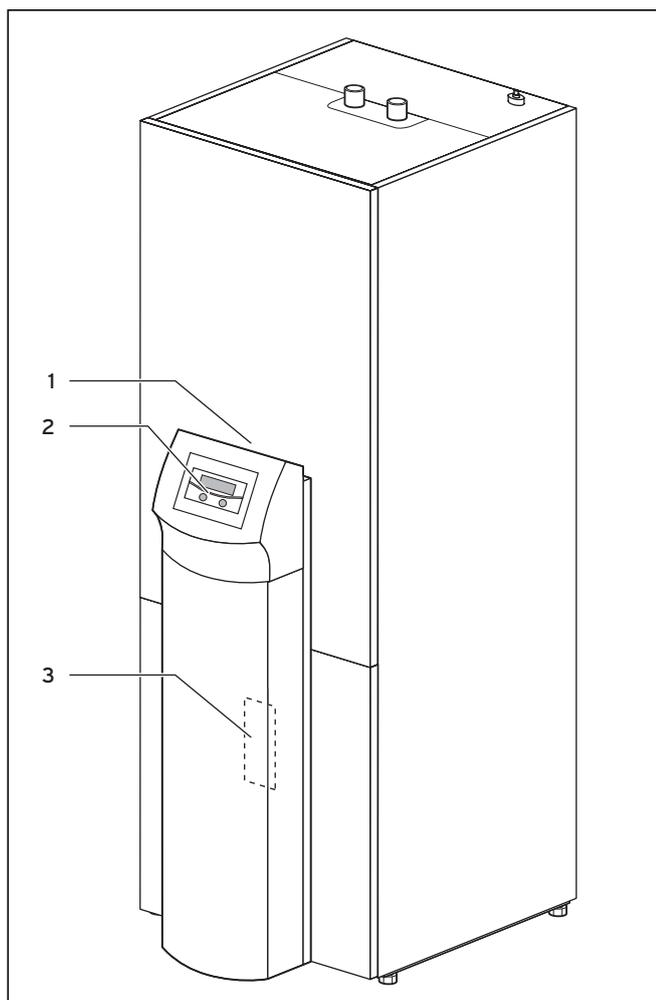

Fig. 2.5 Vista frontal
Puede consultar la denominación de tipo de la bomba de calor en la pegatina (véase fig. 2.5, pos. 1) situada en el marco de la columna.
Leyenda de la fig. 2.5